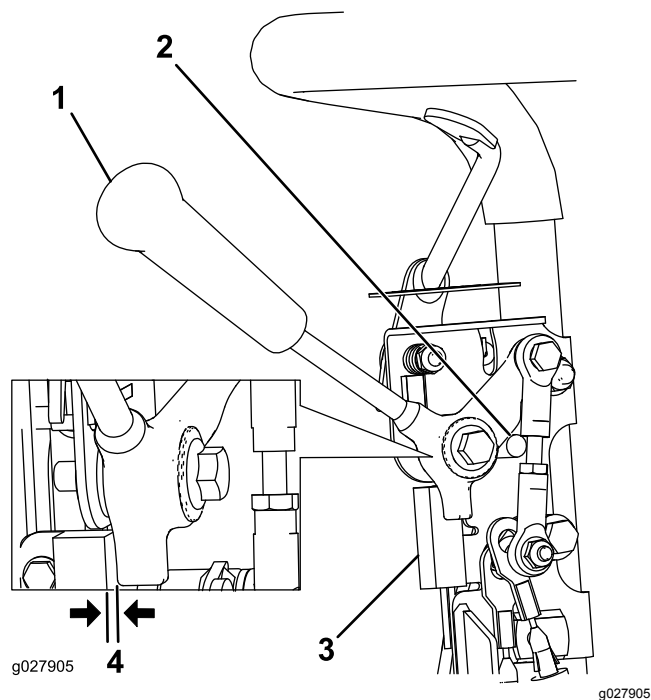

図 31
1. エンジンが停止していること、走行レバーが解除されてニュートラルストップにあることを確認する **図 31**。
2. インタロックスイッチを固定しているねじをゆるめる **図 31**。
3. 走行レバーとインタロックスイッチとの間に厚さ 0.8 mm のすきまゲージをはさむ **図 31**。